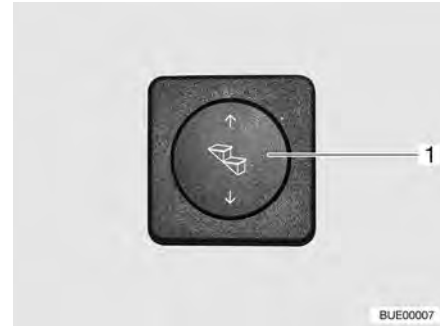

Fig. 6 Commutateur de commande du marchepied
- Appuyer sur le bas du commutateur à bascule (Fig. 6,1) et le maintenir pressé (pendant au moins 3 secondes) jusqu'à ce que le marchepied soit entièrement sorti.
- Appuyer sur le commutateur à bascule (Fig. 6,1) vers le haut jusqu'à ce que le marchepied soit entièrement ressorti.